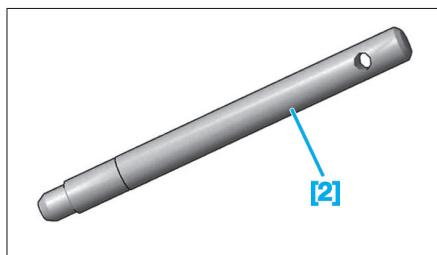

Fig. 3
- [2] Pige de la poulie d'arbre à cames (réf : 0132.AJ1) (**Fig.3**).